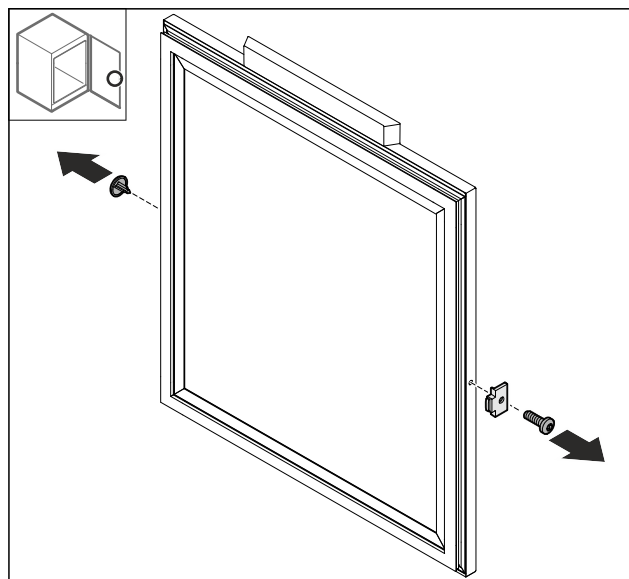

Fig. 47
- Зніміть кожух Fig. 47 (1).
- Демонтуйте дверний обмежувач Fig. 47 (2).